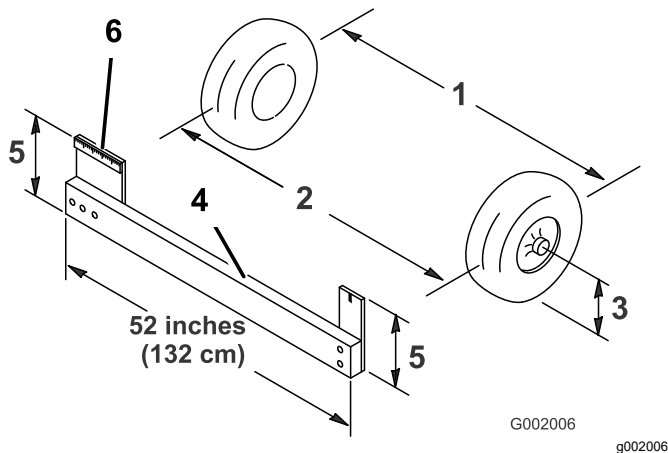

Bild 47
4. Messen Sie den Abstand zwischen beiden Vorderreifen auf Achshöhe (an der Vorder- und Rückseite der Vorderreifen) (Bild 47).
der Vorderreifen auf Achshöhe genau zu messen (Bild 47).